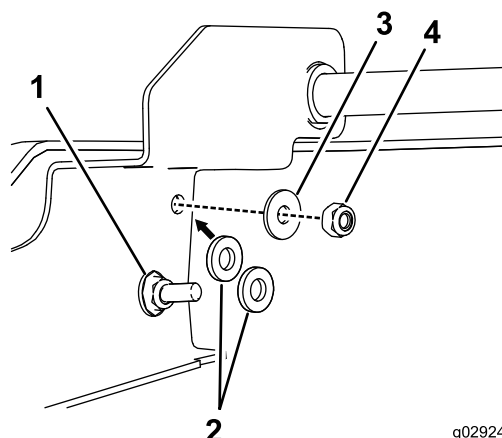

**Rysunek 3**
8. Za pomocą wsporników lewej i prawej pokrywy zawiasu oraz przymiaru wywierć 2 otwory o średnicy 8,5 mm z każdej strony pokrywy silnika (Rysunek 3).